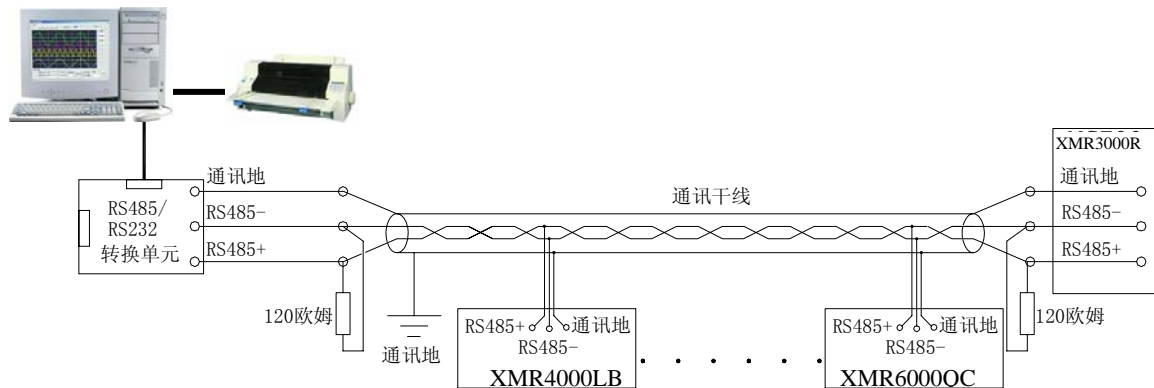

图9.1 RS-485通信接线方法
- ◆ XMR3000B无纸记录仪的RS-485通讯线采用双芯五类屏蔽双绞线，其一端通过RS-232/485转换模块接到计算机的串行通信口，另一端接到记录仪端子板上的三个通讯端子上，其连接方式如图9.1所示：